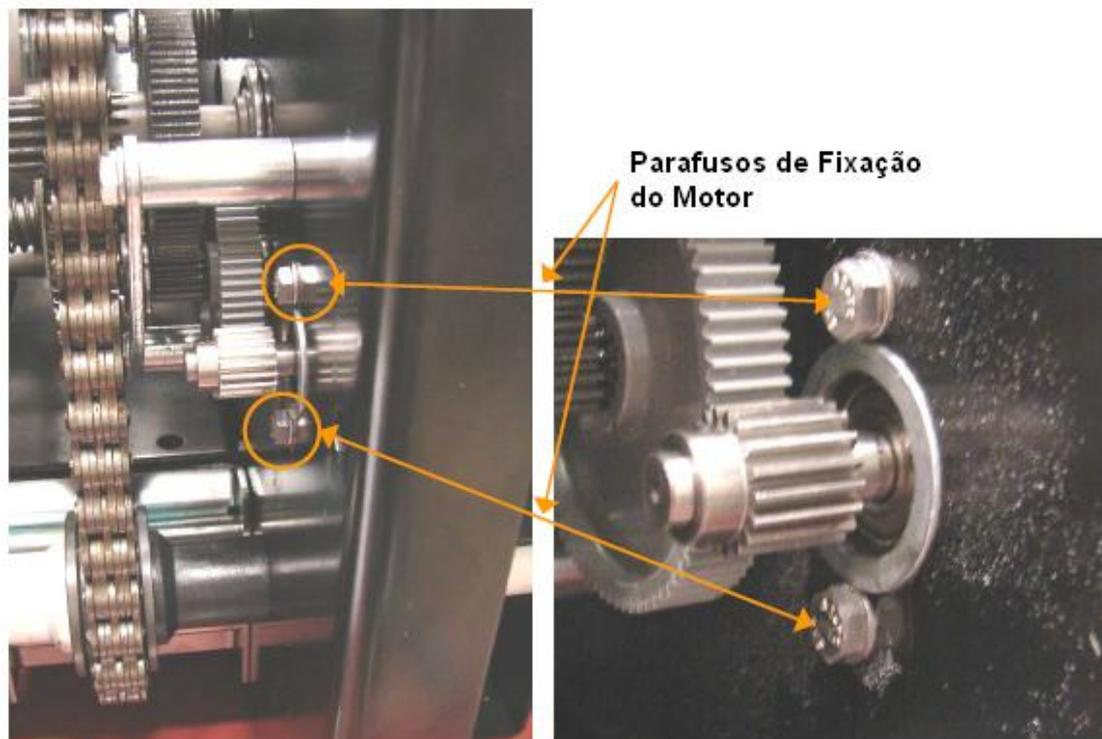

Figura 11: Parafusos de Fixação do Motor
3. Remover os parafusos (Figura 11) que fixam o motor no lugar, segurando o motor, para que ele não caia com a retirada dos parafusos.